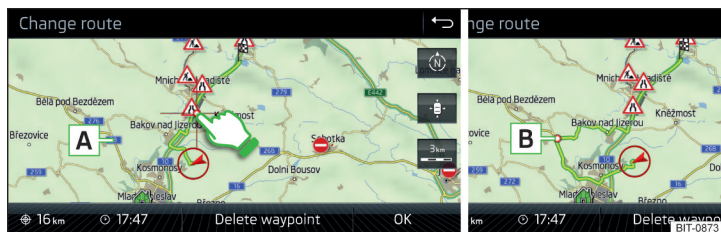

Fig. 243 Modificare traseu pe hartă / punct de trecere traseu
- ▶ Atingeți ecranul în zona traseului și deplasați cruciulița reticulară în zona dorită de pe hartă (de exemplu **A**) » fig. 243).
Punctul de trecere **B** » fig. 243 este introdus în traseu.